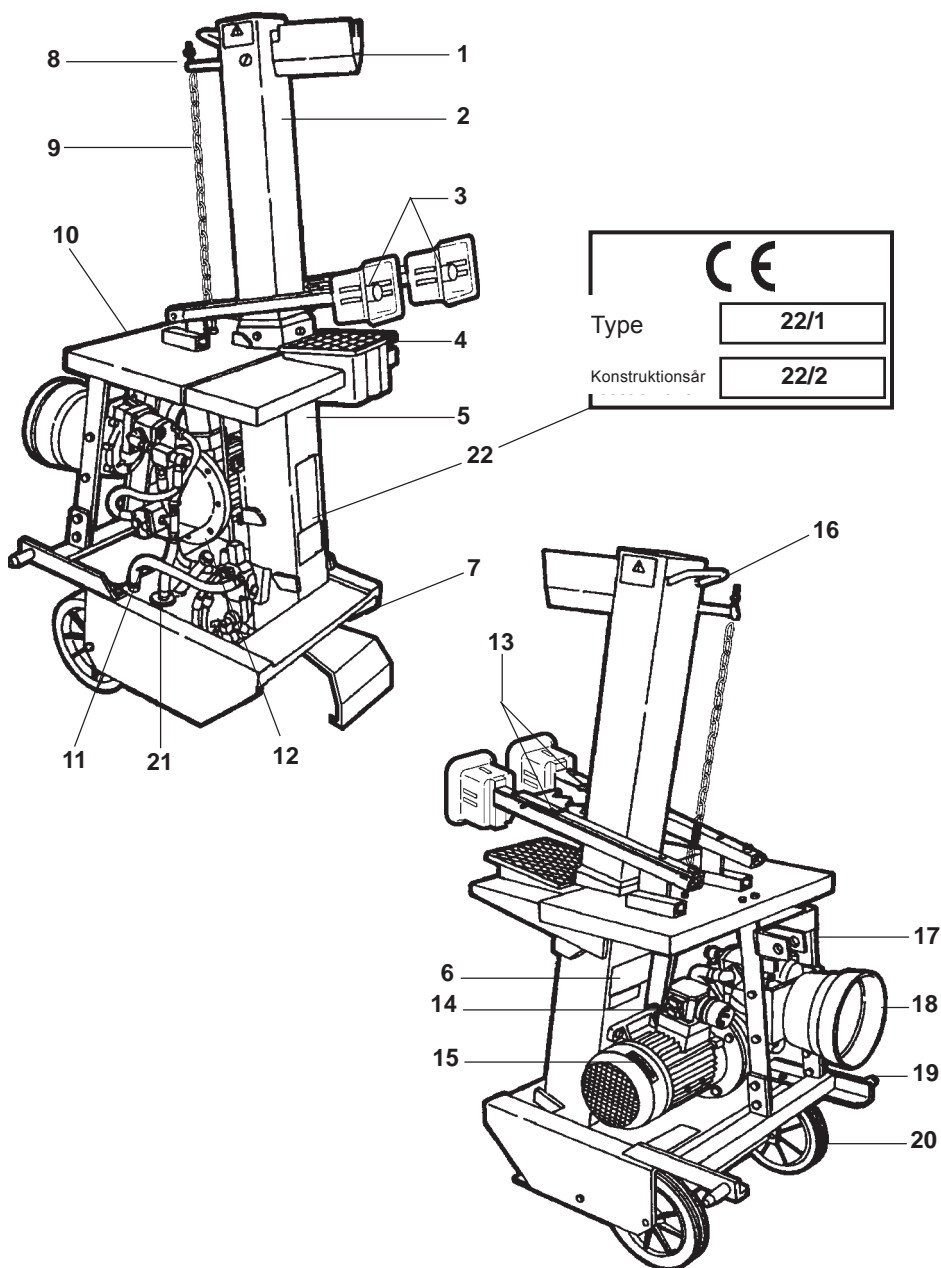

Fig 1 - Brændebugger Mod. 900+PTO med elektrisk funktion og med fastgørelse på tre punkter på traktoren (det er den mest komplette version)
1.2 BESKRIVELSE AF BRÆNDEHUGGEREN (Fig.1)